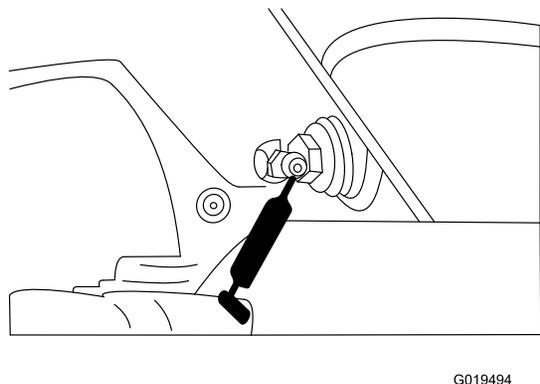

Figura 47
- Articulação do eixo traseiro (Figura 47).